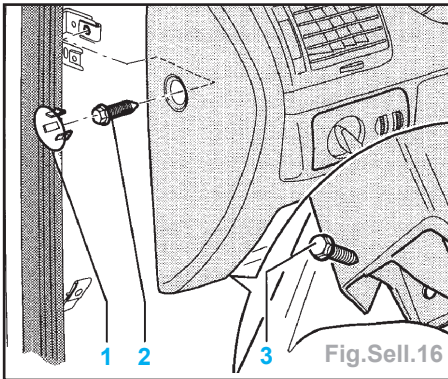

Fig.Sell.16
- Extraire les bouchons (1) à gauche et à droite du tableau de bord et déposer les vis (2) et (3) (Fig.Sell.16).